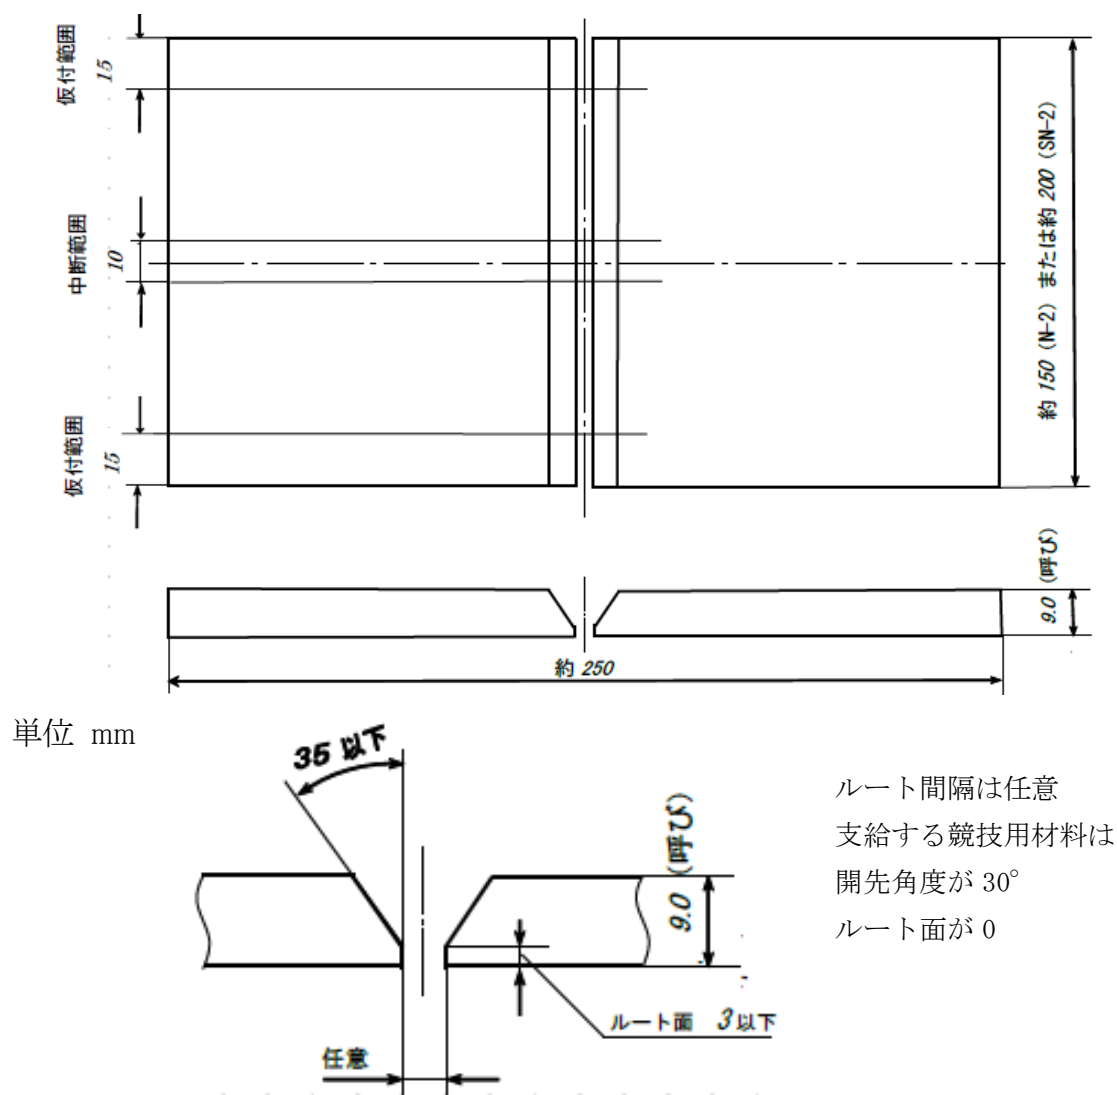

図1 競技用材料の寸法・形状（被覆アーク溶接部門および炭酸ガスアーク溶接部門）
- ② 開先加工は任意。開先加工を行う場合に使用する工具(電動等含む)や作業時間等の決まりは特に設けない。＜各校の指導方針で実施＞
- ③ ルート間隔は任意とする。ただし、ルート間隔が狭い場合、裏波(裏面)が形成されず溶込み不良と判断し減点とする。
- ④ ルート間隔の確保と競技用材料の固定のタック溶接(仮付溶接)は、図1に示す仮付範囲のように競技用材料の両端に行う。表面または裏面のタック溶接(仮付溶接)は、競技用材料の両端の2箇所とし端面より15mm以内に行う。